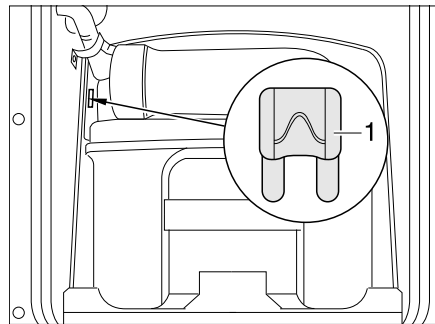
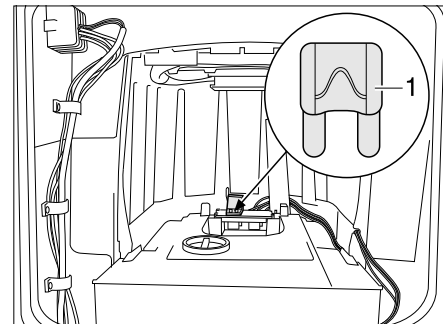

Bild 159 Sicherung der Thetford-Toilette
Bild 160 Sicherung der Thetford-Toilette (Alternative)
- Die Sicherung (Bild 159,1 bzw. Bild 160,1) wechseln.